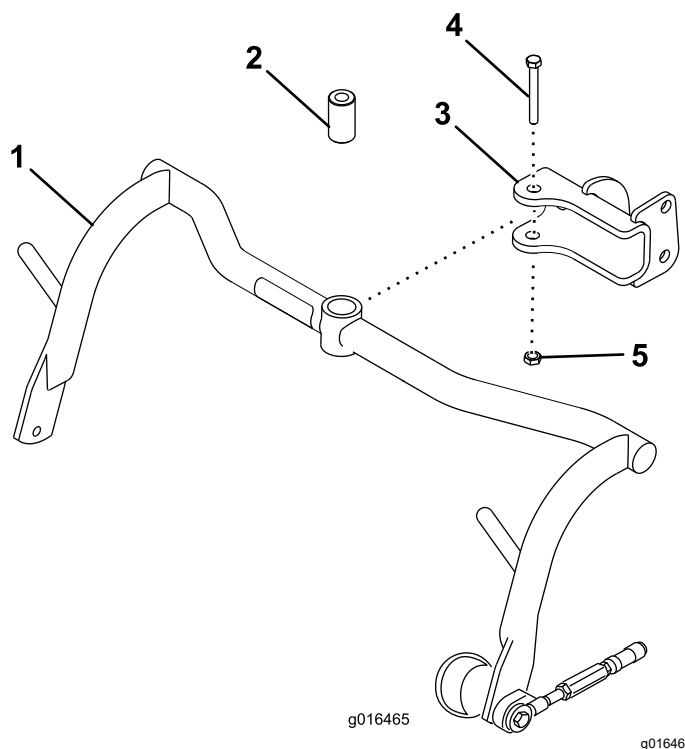

図 5
1. 各クレビスにキャリアフレームを取りつけるスペーサ、ボルト  $\frac{1}{2}$  x  $3\frac{1}{4}$ "、ロックナット  $\frac{1}{2}$ " を使用する 図 5。91-113 N·m (9.3-11.3 kg·m = 67-83 ft·lb) にトルク締めする。